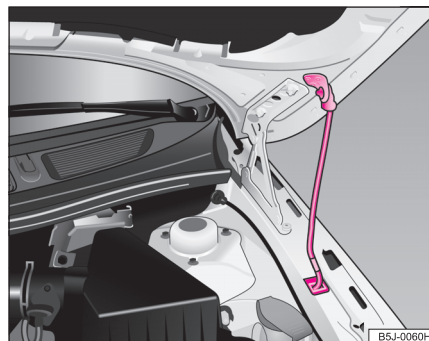

Abb. 155 Sicherung der Motorraumklappe mit der Klappenstütze ▶
- Nehmen Sie die Klappenstütze aus der Halterung und setzen Sie die Klappenstütze in die dafür vorgesehene Öffnung ⇒ Seite 214, Abb. 155.